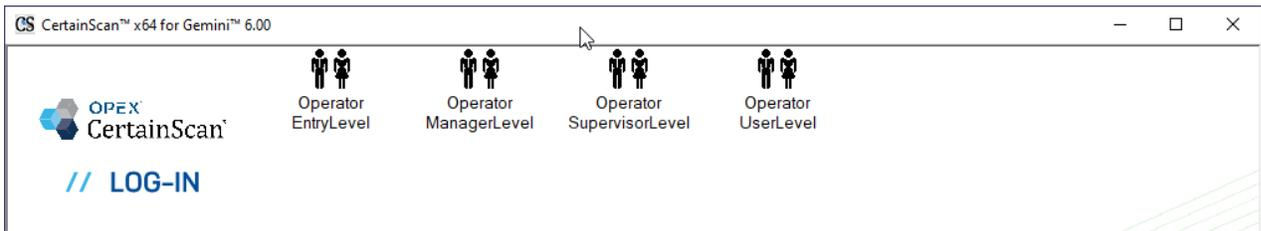

Figure 3-3 : Connexion principale à CertainScan
4. L'écran principal de CertainScan s'affiche pour que l'opérateur puisse se connecter (Figure 3-3).